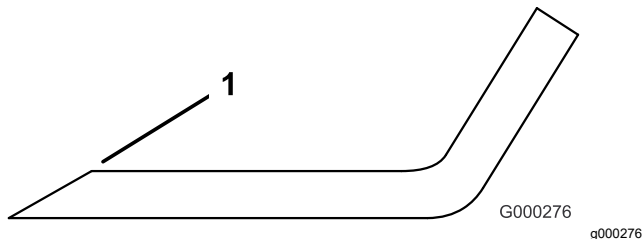

Figura 74
1. Utilice una lima para afilar el filo de corte en ambos extremos de la cuchilla (Figura 74).
**Nota:** Si la cuchilla no está equilibrada, rebaje algo del metal en la parte de la vela solamente con una lima (Figura 74).